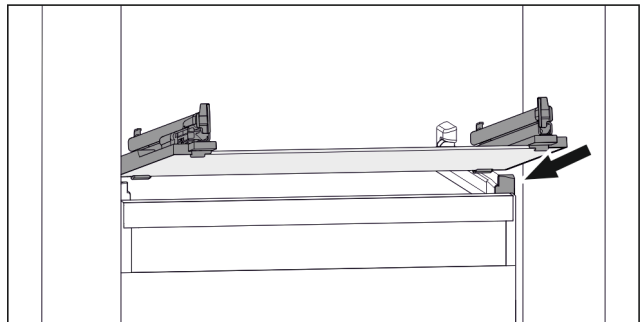

Fig. 77 Примерное отображение стеклнной пластины
- ▶ Наклоняя вниз, установите стеклнную пластину за стопоры. (см. Fig. 77)